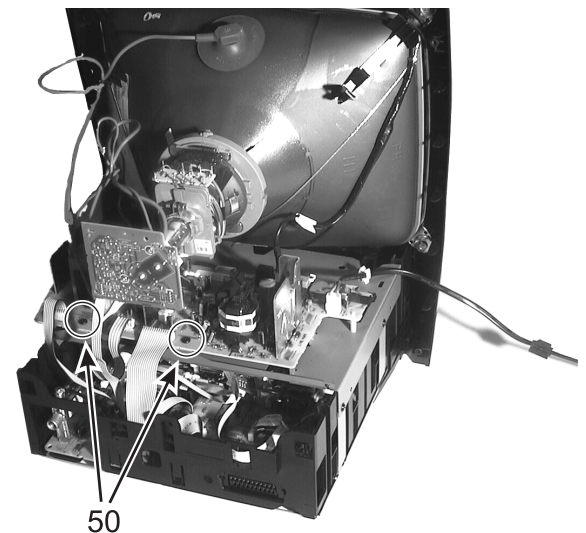

Figura 4-10
2. La scheda del segnale di alto livello può essere separata dalla schermatura dopo aver tolto le due viti 50 (vedi figura 4-10)